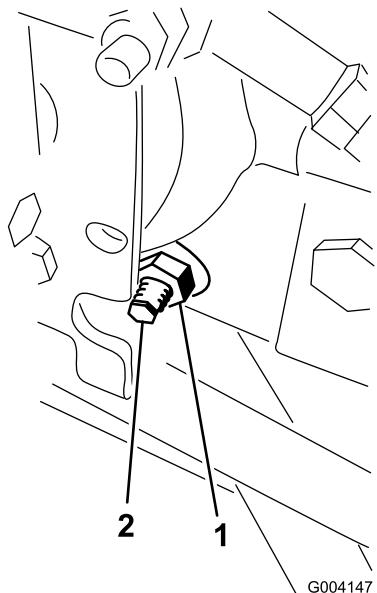

Figura 47
- No lado direito do hidrostato, solte a porca de bloqueio no excêntrico de ajuste da tração (Figura 47).